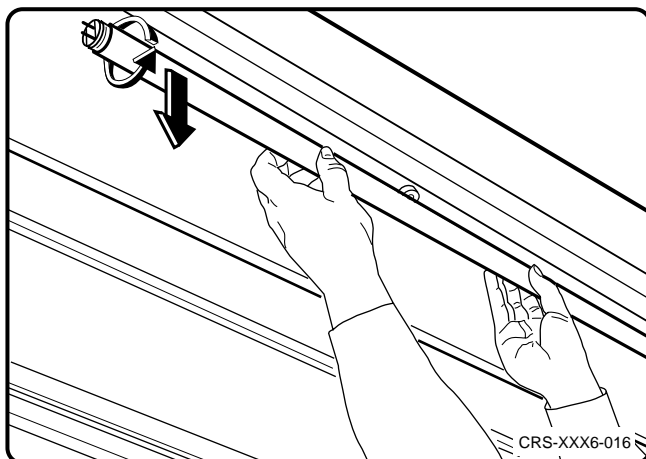

Fig. 10
- Desenclavar, girando, la lámpara fluorescente y extraerla - tirando hacia abajo - del portalámparas (véase la fig. 10).
- Rode a lâmpada fluorescente para a desprender e puxe-a do porta-lâmpada para baixo (ver fig. 10).
- TL-buis ontgrendelen door hem te draaien en omlaag uit de fitting trekken (zie afb. 10).